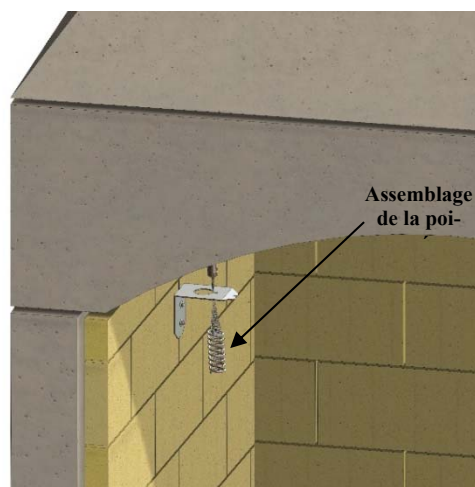

Figure 31. Assemblage du support et de la poignée
D. Insérez le câble de traction dans le support et Ajustez la longueur selon les instructions du fabricant de l'amortisseur. Fixez l'ensemble de la poignée au support et vérifiez le bon fonctionnement du volet. Voir la figure 31.